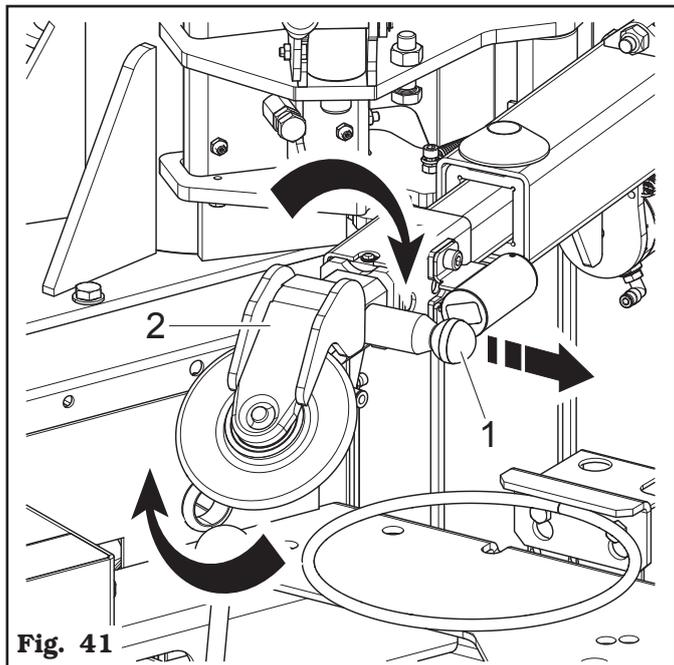

Fig. 41
5. tirare il pomello (**Fig. 41 rif. 1**) e ruotare di 180° il rullo stallonatore (**Fig. 41 rif. 2**);